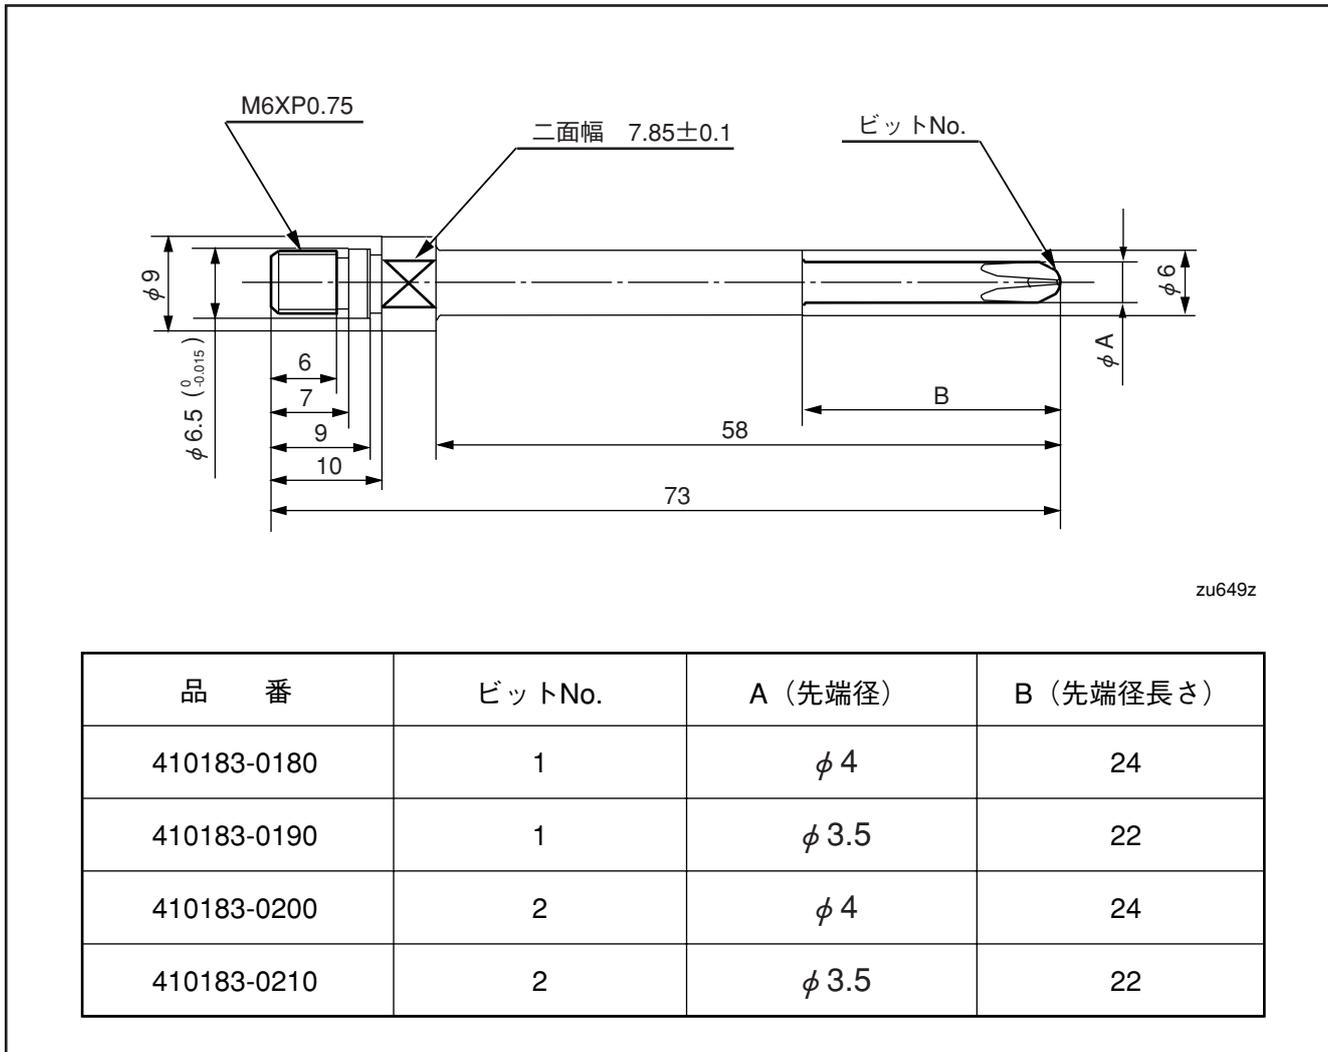

図1-21 ビット
- (1) ビットは、ねじ頭先端部と噛み合っ駆動側の回転トルクを伝達するための工具です。
- (2) ビットの外観図を図1-21に示します。